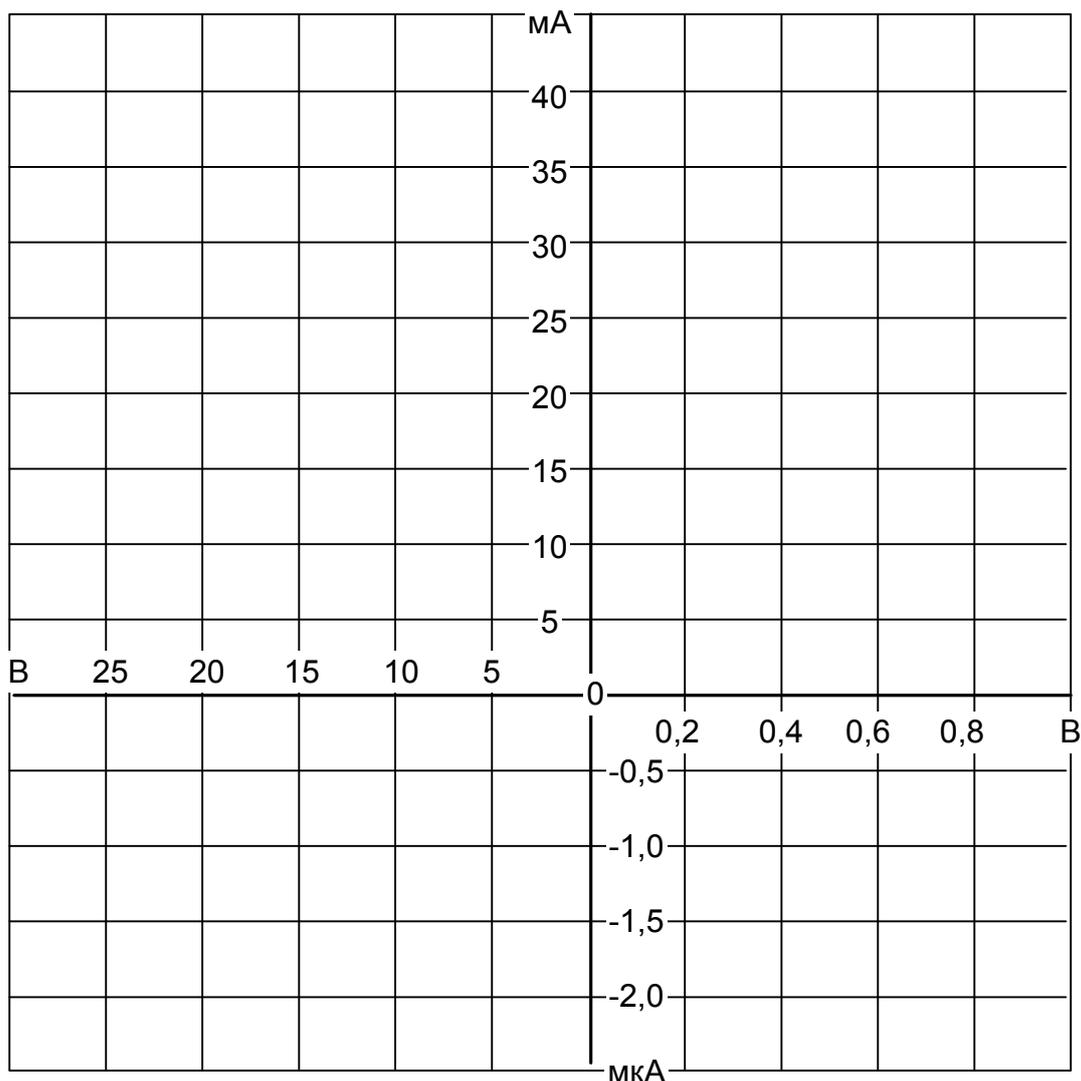

Рис. 1.7. Статические ВАХ диодов
6. По данным таблиц 1.1 и 1.2 постройте ВАХ диодов на рисунке, аналогичном рис. 1.7.
5. По данным таблиц 1.1 и 1.3 построить ВАХ стабилизатора на рисунке, аналогичном рис. 1.7.